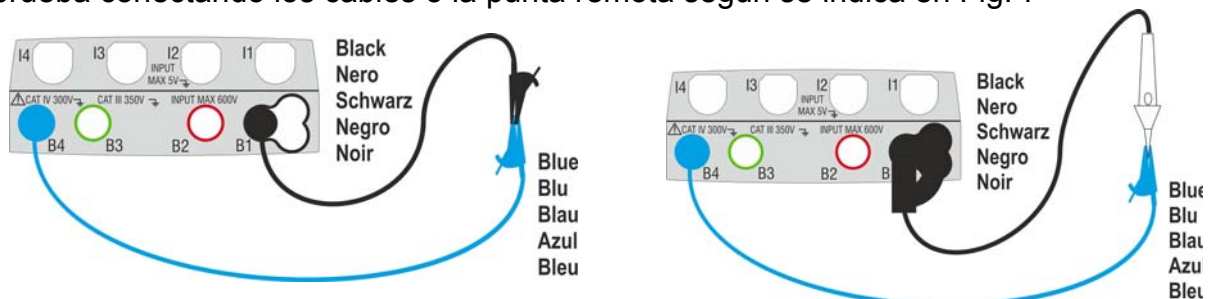

Fig. 7: Compensación de la resistencia de los cables y de la punta remota
5. Realice, si es necesario, la compensación de la resistencia de los terminales de prueba conectando los cables o la punta remota según se indica en Fig. 7